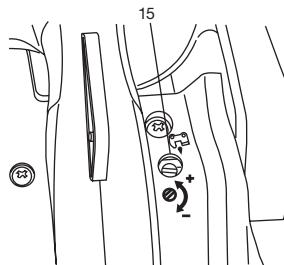

Fig. 9
tourner la vis ajustant (15) counterclockwise pour augmenter la quantité et le tourne dans le sens des aiguilles d'une montre pour diminuer la quantité. (Fig. 9)